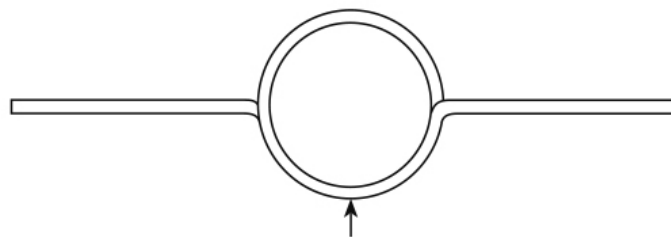

Fig. 11
2. Retirer la sonde (si installée) et monter une paire de câbles de test à l'extrémité de la tige de sonde, à 90° entre chaque câble et à 10 mm maximum de l'extrémité de la tige (voir Fig. 11 et 12).